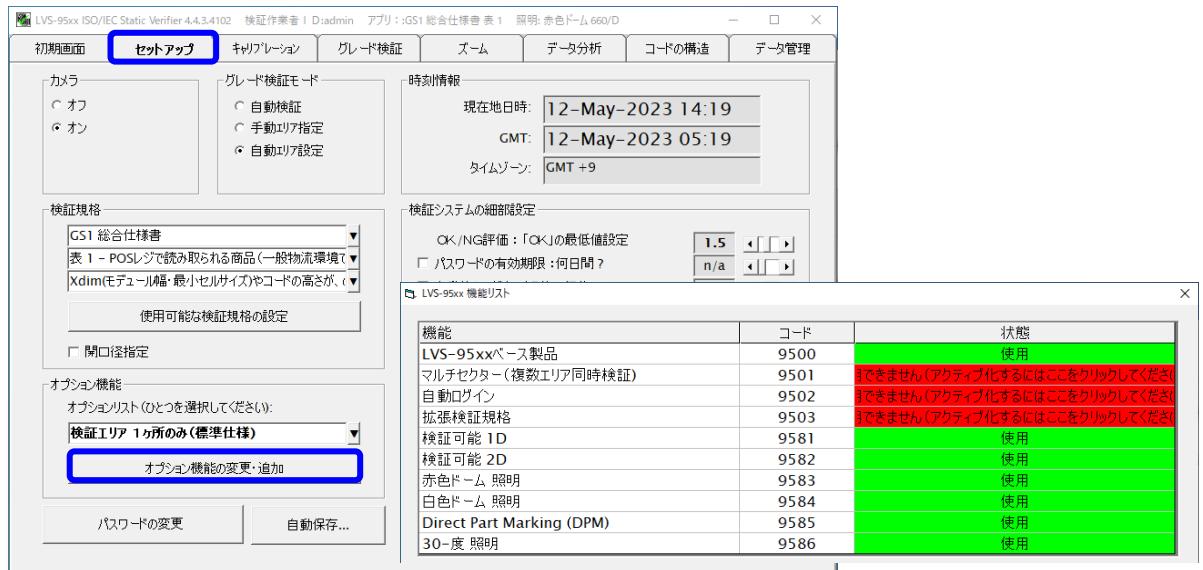

図2: [オプション機能の変更・追加]ボタン、図3: LVS-95□□の機能リスト
2. [オプション機能]セクション内で、[オプション機能の変更・追加]ボタン（図2）をクリックします。